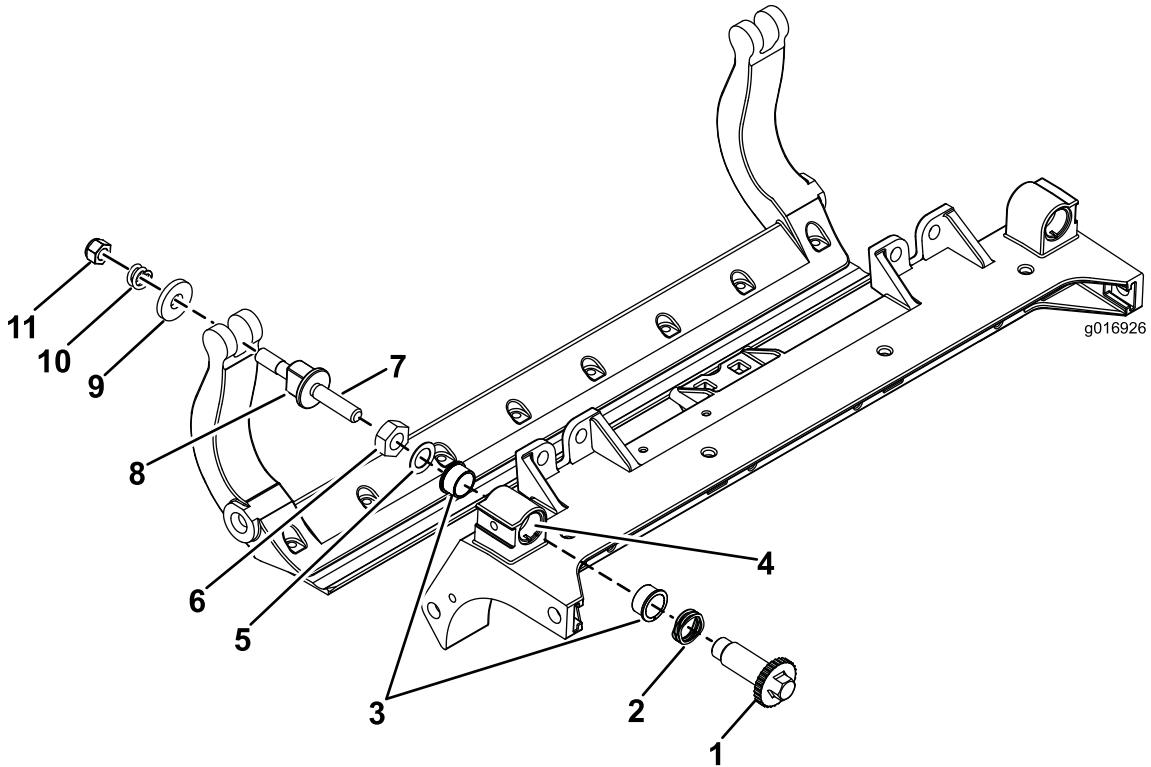

Рисунок 37
- Снимите все детали (см. Инструкции по установке для HD комплекта DPA и Рисунок 37).
- Нанесите противозадирный состав на внутреннюю поверхность втулки на центральной раме режущего блока (Рисунок 37).
- Совместите шпонки фланцевых втулок с прорезями в раме и установите втулки (Рисунок 37).
- Установите волнистую шайбу на вал регулятора и вставьте вал регулятора во фланцевые втулки, установленные в раме режущего блока (Рисунок 37).
- Закрепите шпиндель регулятора с помощью плоской шайбы и контргайки (Рисунок 37).
12. На нейлоновые шайбы установите стальные шайбы (Рисунок 37).
15. Затяните гайку на каждом узле регулировки планки неподвижного ножа до полного сжатия пружины, а затем отпустите гайку на $\frac{1}{2}$ оборота (Рисунок 37).
Примечание: На внутренней стороне пластин шайбы могут быть установлены с зазором (Рисунок 37).